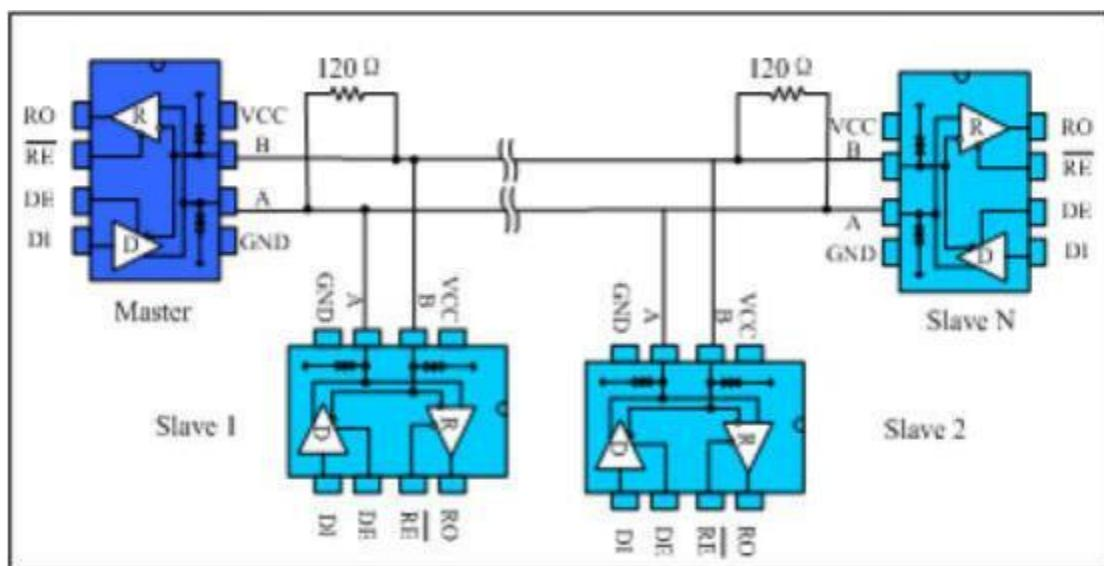

图 9 总线式 RS485 半双工通讯网络
4.1 总线式组网：MAX3485 RS485 收发器设计用于多点总线传输线上的双向数据通信。图 9 显示了典型网络应用电路。这些器件也能用作电缆长于 4000 英尺的线性转发器，为减小反射，应当在传输线两端以其特性阻抗进行终端匹配，主干线以外的分支连线长度应尽可能短。